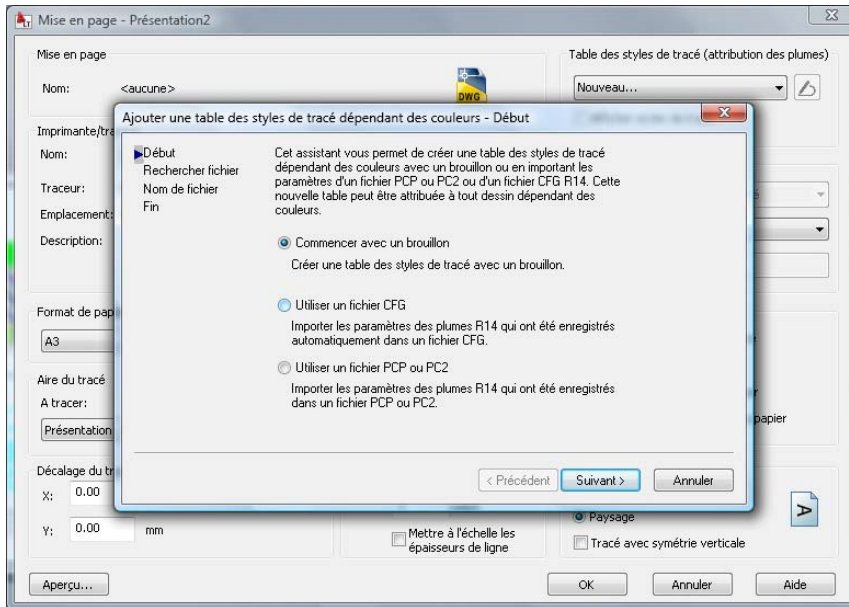

Figure 6.46
5. La boîte de dialogue Ajouter une table des styles de tracé dépendant des couleurs apparaît à l'écran (voir Figure 6.46). Cliquons sur Commencer un brouillon, puis sur Suivant.